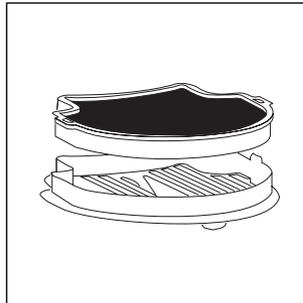

Fig. 16
- Estrarre il filtro posteriore (fig. 16).